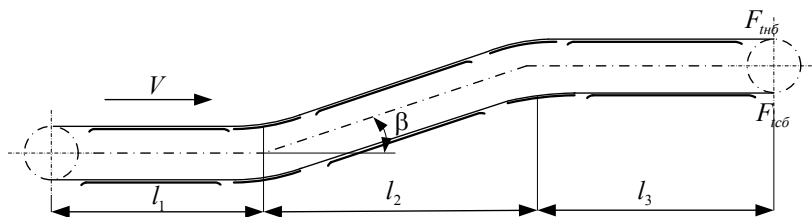

Рис. 2
**3. Рассчитать пластинчатый конвейер для перемещения угля (см. рис. 2).**